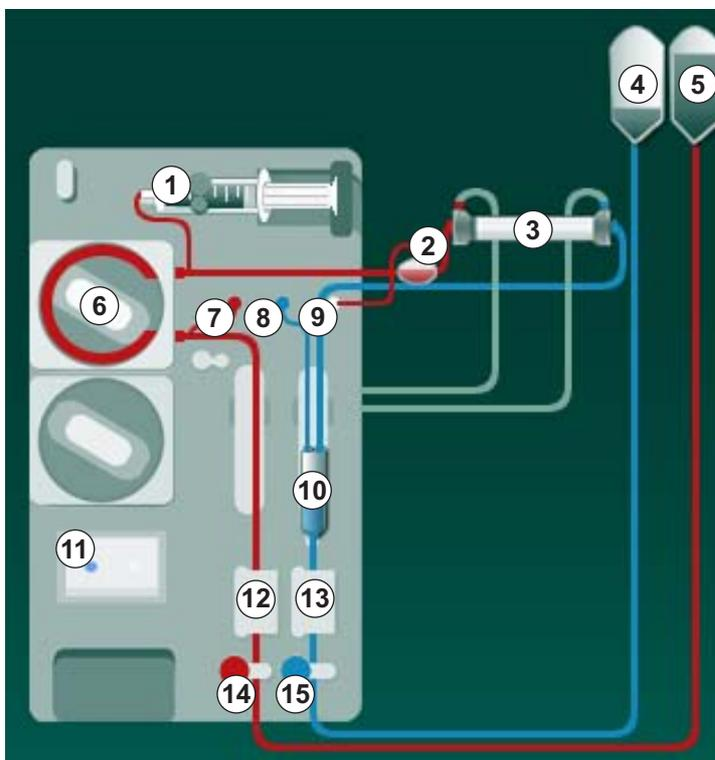

Fig. 5-8 Inserção de sistema de linha de sangue para lavagem com solução salina para saco
2. Retire os conectores da ponte de lavagem e coloque-os no dialisador (Fig. 5-8 Inserção de sistema de linha de sangue para lavagem com solução salina para saco (97), ③ ) quando indicado pelo equipamento de diálise. Observe o código de cores: